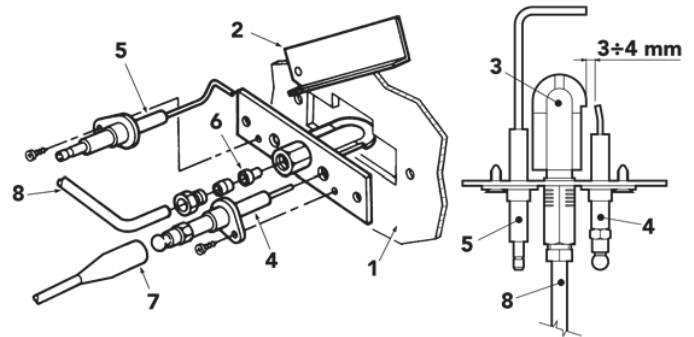

fig. 9 - Bruciatore pilota
- Gli elettrodi devono essere liberi da incrostazioni e correttamente posizionati (vedi fig. 9).
Dopo alcuni tentativi d'accensione, la centralina elettronica mette in blocco la caldaia.	Pulire con aria compressa gli ugelli dei bruciatori pilota. Controllare che l'arrivo del gas alla caldaia sia regolare e che l'aria sia stata eliminata dalle tubazioni. Controllare che gli elettrodi siano correttamente posizionati e senza incrostazioni (vedere fig. 9). Verificare che la caldaia sia allacciata ad una buona connessione di terra. Controllare i collegamenti agli elettrodi d'accensione e di ionizzazione.
In fase d'accensione, non avviene la scarica tra gli elettrodi.	Controllare che gli elettrodi siano correttamente posizionati e senza incrostazioni (vedere fig. 9). Termostato di regolazione regolato troppo basso. Controllare l'alimentazione elettrica. Controllare i collegamenti agli elettrodi d'accensione e di ionizzazione. Controllare i collegamenti alla centralina elettronica di controllo fiamma. Verificare che non siano invertiti FASE-NEUTRO e che i contatti alla massa siano efficaci. Verificare la pressione del gas in entrata e eventuali pressostati gas aperti. Riappare il termostato di sicurezza. Riappare il termostato fumi. Assicurarsi che il termostato ambiente sia chiuso.